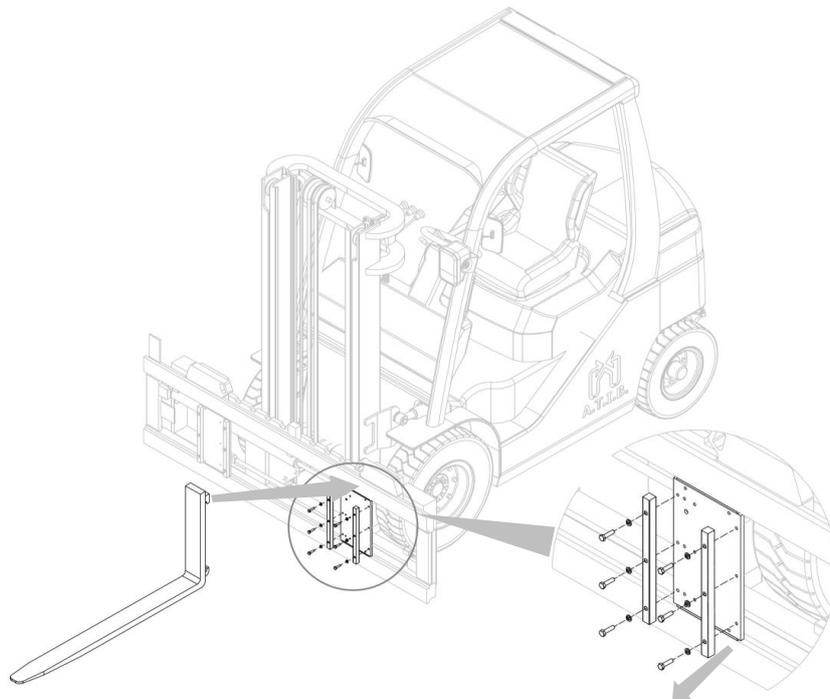

Figure 10
1. Insérer les fourches après avoir dévissé les butées d'arrêt des plaques (voir *Figure 10*) ; la procédure d'installation des fourches sur l'équipement est la même pour les deux types.